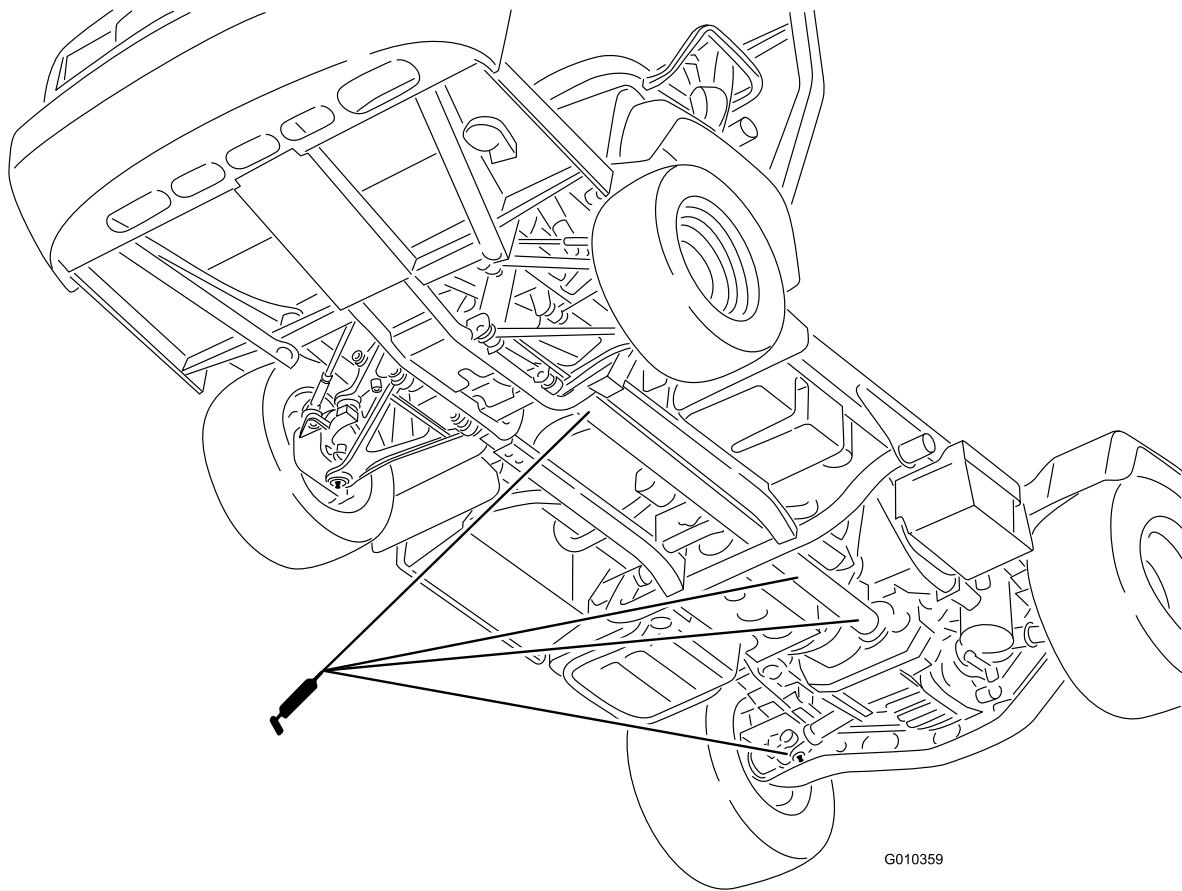

Figura 43
- Junta em U (18) e veio de tração às 4 rodas (3) como se mostra na Figura 43